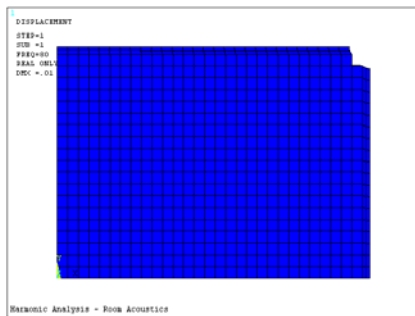

图 11-100 变化后的网格模型
⑥单击“OK”按钮，ANSYS 窗口将显示如图 11-100 所示变化后的网格模型。